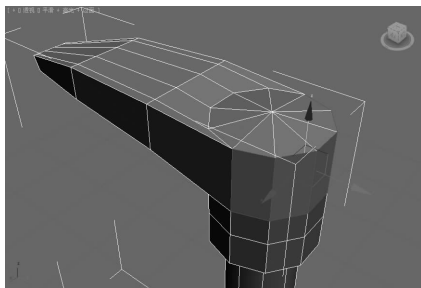

图 5-103 选中按压器后侧的多边形 ▲
(10)单击“选择”卷展栏中的“多边形”按钮,在透视图图中选中如图 5-103 所示的多边形(压器后侧)。